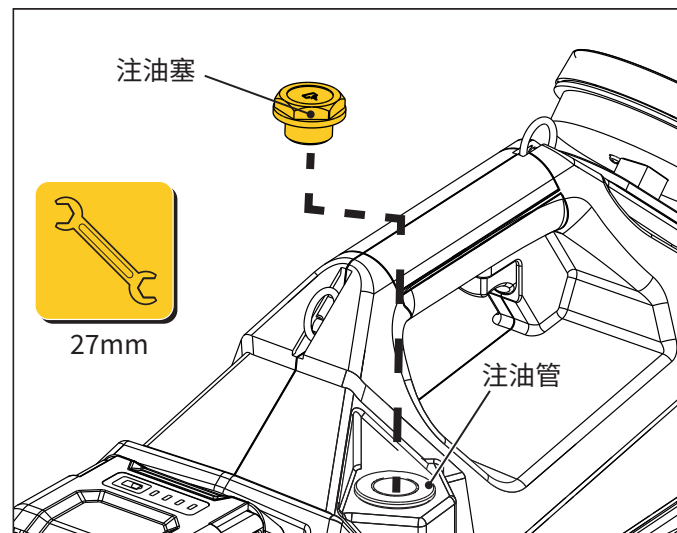

图 12: 注油孔位置
1. 在液压泵电源开关处于 ON (I) 位置的时候,按住控制手柄上的 MOTOR OFF (电机停止) 按钮  或  以释放系统内任何残余压力。
2. 关闭液压泵的电源开关 (O)。
4. 从注油孔中拆下注油塞。应使用 27 mm 扳手。请见图 12。
- 在电源开关处于 ON (I) 位置的时候,按住控制手柄上的 MOTOR OFF (电机停止) 按钮  或  以释放系统内任何残余压力。
- 将液压泵放置于水平的工作表面之上。确保将液压泵电源开关切至 OFF (O) 位置。
- 从注油孔中拆下注油塞。应使用 27 mm 扳手。请见图 12。